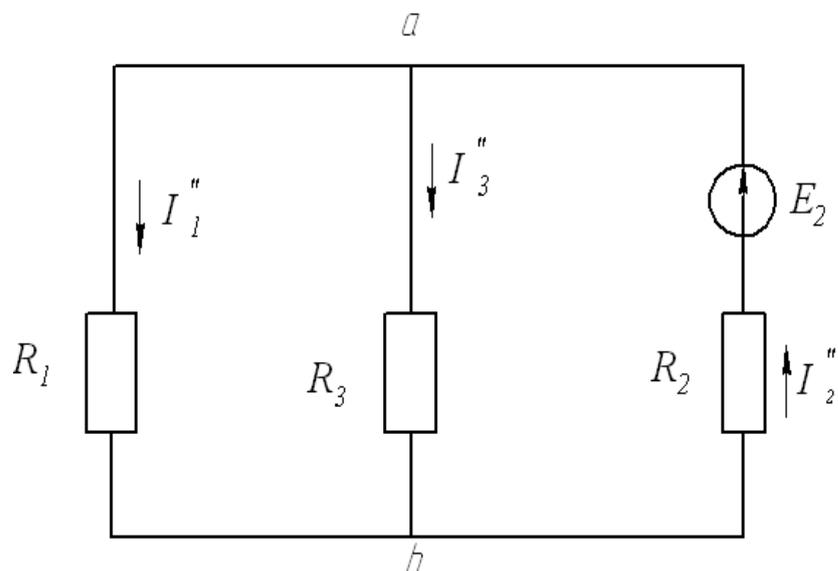

Рисунок 2.2.5 – Вторая частичная цепь
3. Рассчитываем вторую частичную цепь с источником  $E_2$  (рис. 2.2.5).  $E_1$  принимаем равной нулю.